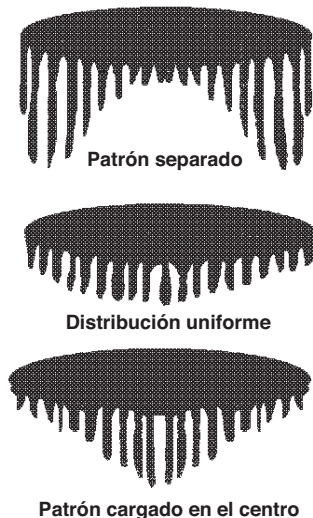

Figura 13 – Patrón de prueba horizontal
(1) Pulverice un patrón de prueba horizontal (los picos de la válvula de aire en posición vertical). Mantenga el gatillo abierto hasta que comience a correr la pintura. Debe haber una distribución uniforme de la pintura en todo el ancho del patrón. (ver Figura 13). La perilla de ajuste del ventilador generalmente se encuentra ajustada completamente en dirección contraria a las agujas del reloj. Si la distribución no es uniforme pero sí es simétrica puede resultar de ayuda utilizar una boquilla diferente. Si el patrón no es simétrico, hay un problema con la válvula de aire o con la boquilla/aguja y deberá solucionarlo. Consulte la sección Solución de problemas para encontrar ejemplos de patrones defectuosos que le ayudarán a diagnosticar el problema.